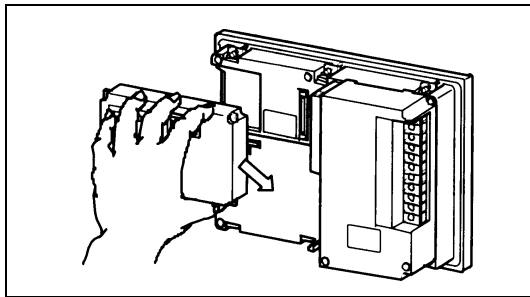

Abb. 5-13: Einbau des Kommunikationsmoduls
- ① Schalten Sie die Spannungsversorgung des Bediengeräts aus.
- ② Setzen Sie das Kommunikationsmodul wie in Abb. 5-13 gezeigt auf die Rückseite des GOT auf, und drehen Sie die Verschraubung fest an.